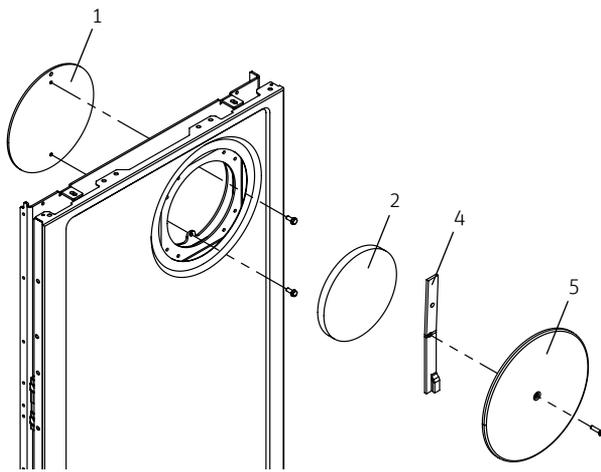

Fig. 23 Togliere la flangia cieca, VestoWIN Premium 200/202
- Rimuovere la flangia cieca [5], l'isolamento piccolo [2] e il listello di fissaggio [4], Fig. 23.
- Allentare 2 viti per rimuovere il coperchio interno [1], Fig. 23.